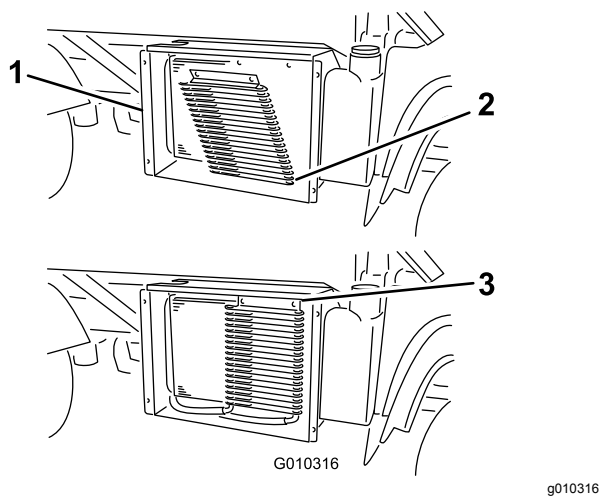

Рисунок 51
6. Поверните защелки (если они предусмотрены) и отведите от радиатора масляный охладитель (Рисунок 51).